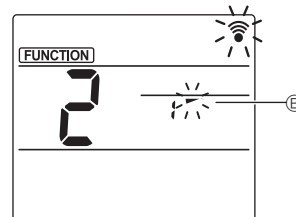

Fig. 3
③ Postavljanje kuta krilca (Fig. 3) Pritisnite gumb [↓] kako biste odabrali kut krilca B. Usmjerite bežični daljinski upravljač prema prijemućniku unutarnje jedinice i zatim pritisnite gumb [SET].